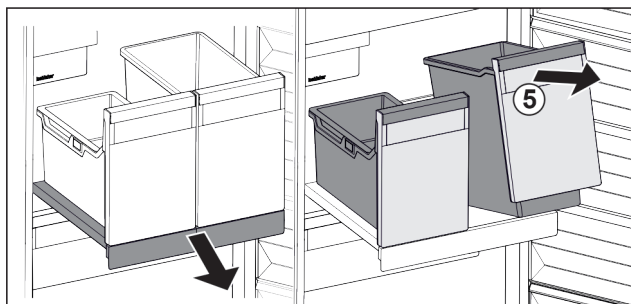

Fig. 41
- Løft beholderen Fig. 41 (5) foran.